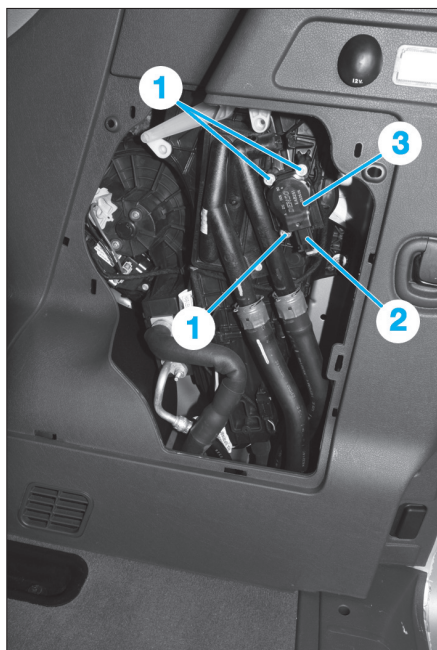

Fig. 42
- les vis (1) (Fig.42).
- Déconnecter le connecteur (2).
- Déposer le motoréducteur de volet de distribution/mixage (3).